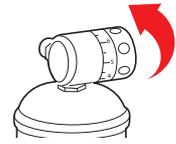

Fig. 6-14
**25.4** - Ruotare la manopola di regolazione del riduttore di pressione portandola sul valore consigliato di 4.0 Bar (0,4 MPa) vedi Fig.6-14, in questa fase e in quelle successive **tenere la bombola verticale con la valvola rivolta verso l'alto**. Attendere circa un minuto per fare defluire la pressione all'interno dell'apparecchio e controllare che non vi siano perdite utilizzando un comune cercafughe spray a base di soluzione saponaria, nel caso si rilevassero delle piccole perdite di gas ruotare immediatamente la manopola di regolazione del riduttore di pressione sulla posizione OFF per chiudere il gas.